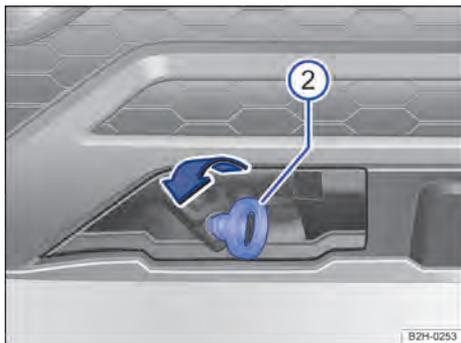

Fig. 163 En el lado derecho del paragolpes delantero: enroscar el gancho para remolque.
- Enrosque el gancho para remolque en el alojamiento girándolo al máximo **en el sentido contrario al de las agujas del reloj** → Fig. 163 ②.
- Utilice un objeto adecuado con el que pueda enroscar completa y fijamente el gancho para remolque en su alojamiento → ①.